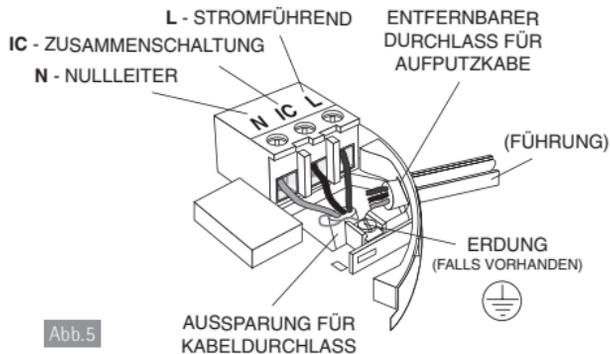

Abb.5
IC: Zusammenschaltung – siehe Abb. 5 und 6 in Abschnitt 2.6 für weitere Informationen.
4. Falls die Netzleiter unter Putz verlaufen, führen Sie die Drähte durch das rückseitige Loch in dem Montagesockel durch, wie in Abbildung 5 gezeigt.
- (a) Positionieren Sie den Montagesockel so, dass die Kabelschiene, wie in Abbildung 5 gezeigt, verläuft.